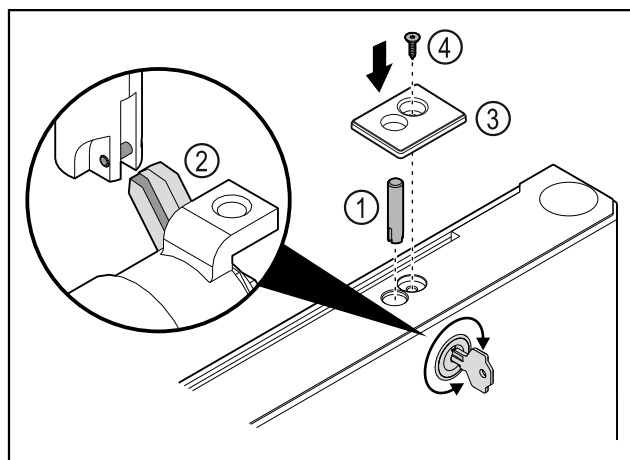

Fig. 46
- Τοποθετήστε τον πείρο της κλειδαριάς Fig. 46 (1).
- Περιστρέψτε ελαφρά την κλειδαριά, για να κουμπώσει ο πείρος της κλειδαριάς Fig. 46 (2) στη σχισμή της κλειδαριάς.
- Τοποθετήστε το κάλυμμα Fig. 46 (3).
- Τοποθετήστε τη βίδα Fig. 46 (4).